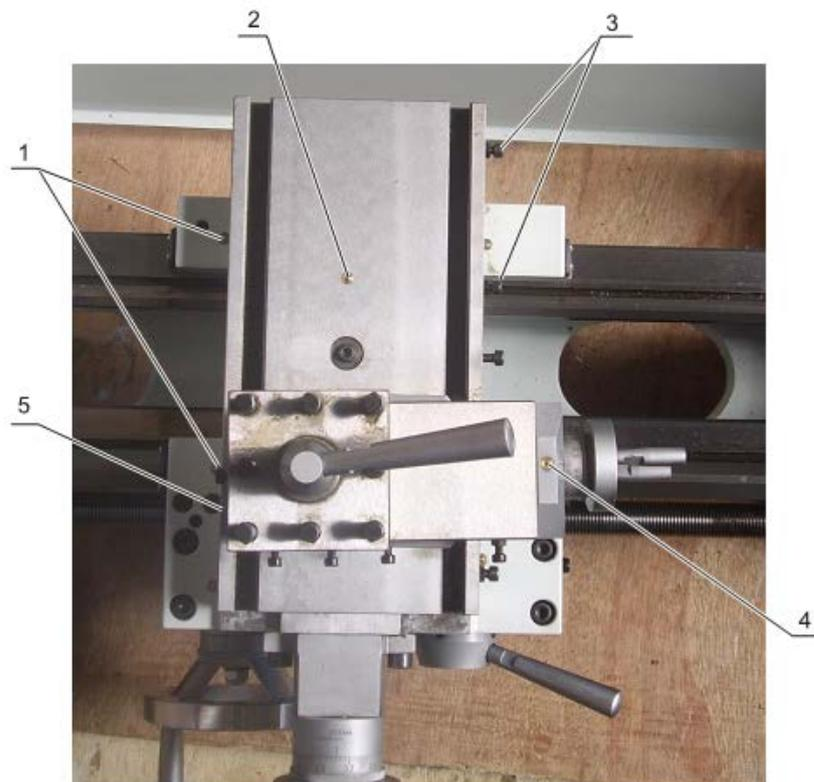

Рисунок 12
8.3 Смазку направляющих суппорта производите ежедневно через четыре смазочных отверстия 1 (рисунок 12) жидкой смазкой.
8.4 Смазку гайки ходового винта поперечных салазок производите ежедневно через смазочное отверстие 2 (рисунок 12) жидкой смазкой.
8.5 Смазку верхних салазок производите через смазочные отверстия 4 и 5 (рисунок 12) жидкой смазкой.